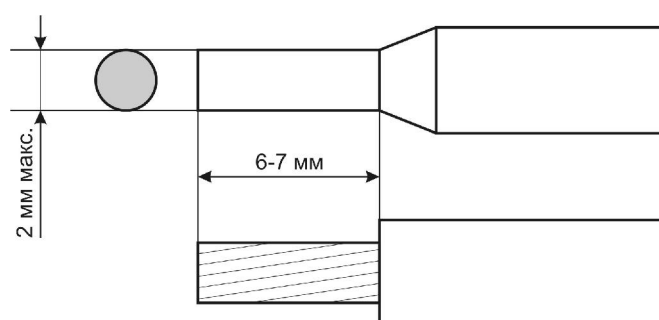

Рисунок 2.4. Наконечник.
- Прибор не имеет внутреннего предохранителя или автоматического выключателя. Поэтому следует использовать внешний предохранитель (рекомендуется биполярный, на ток 2А макс.) или автоматический выключатель. При использовании однополярного предохранителя, его следует устанавливать на фазный провод (L).
- Не зажимайте провода в клеммную колодку напрямую – используйте наконечники (рис. 2.4). Рекомендуемый момент затяжки $\sim 0,5$ Нм.